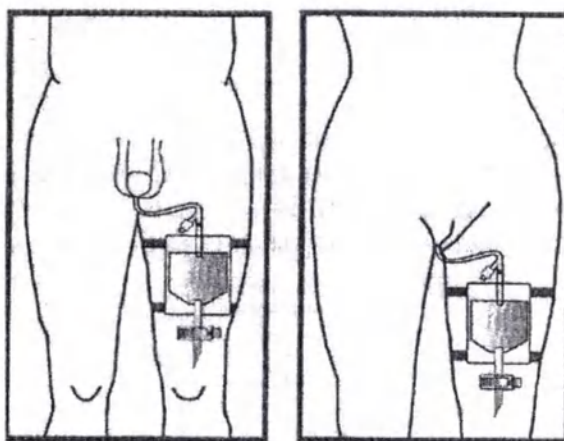

Рисунок 6 – Фиксация мочеприемника носимого
- е) Снимите защитный колпачок с коннектора на трубке и соедините мочевого катетер или уропрезерватив с коннектором трубки (см. Рисунок 6).